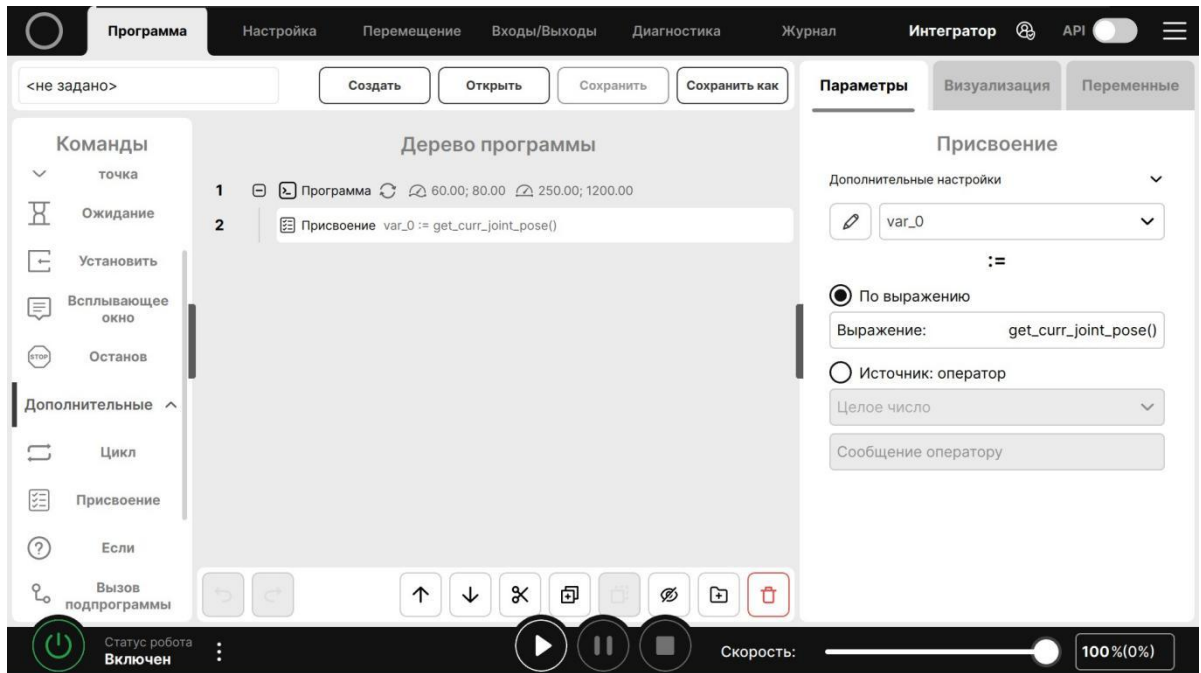

Рисунок 121 – Переменная с текущими углами сочленений.
- Текущие углы поворота сочленений – `get_curr_joint_pose()` (Рисунок 121)
| position_inv(a) | Контрольная точка, положение которой необходимо инвертировать (a) см. var4 на рис. 121 | Результатом является вектор координат инверсированной точки |